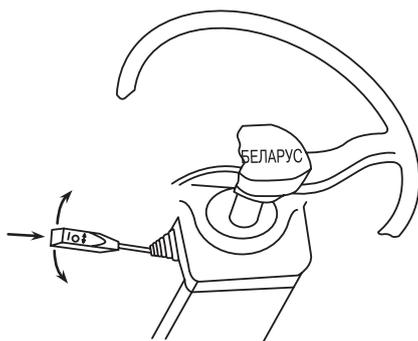

Рис.4.10
**Указатели поворота** включаются при перемещении рычага из среднего положения вперед или назад (рис.4.10)
**Звуковой сигнал** включается при нажатии на рычаг в осевом направлении. Включается в любом положении рычага переключателя (рис.4.10).